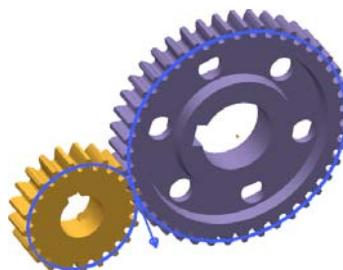

图 5.1.4 定义齿轮副
(2) 定义齿轮的参考运动副。单击“齿轮副”对话框中的 **第一个运动副** 区域下 **\* 选择运动副 (0)** 按钮, 在运动导航器的“Joints”节点下选取旋转副 J001 为齿轮的第一个运动副; 单击 **第二运动副传动** 区域下 **\* 选择运动副 (0)** 按钮, 选取旋转副 J002 为齿轮的第二个运动副。
(3) 定义参数。在“齿轮副”对话框 **设置** 区域的 **比率** 文本框中输入值 0.5, 其余参数接受系统默认设置。
(4) 单击 **确定** 按钮, 完成齿轮副的定义, 如图 5.1.4 所示。